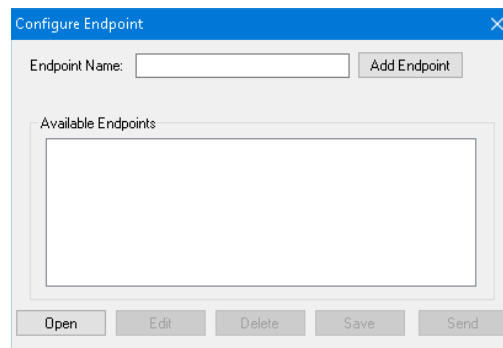

Figura 3-15 Pantalla de configuración de punto final de IPsec
3. Para configurar IPsec, seleccione **IPSEC Configuration/Configure Endpoint**. IPScom mostrará la pantalla de "Configuración de Punto Final" (Figura 3-15) que permite al usuario añadir, editar, borrar o guardar Puntos Finales IPsec.